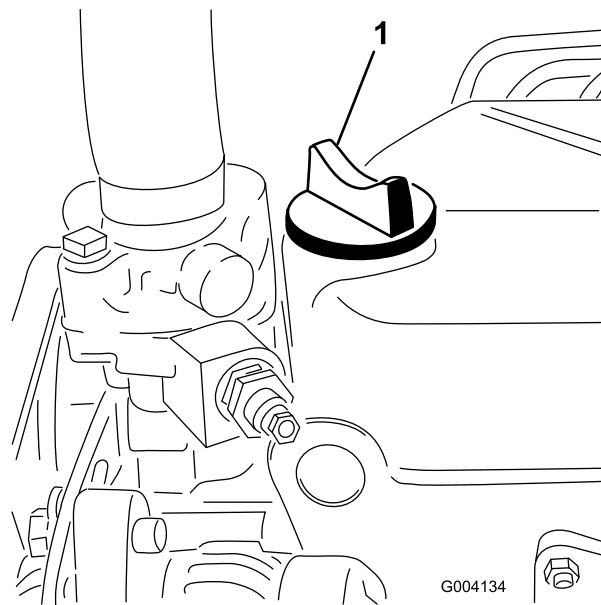

Figura 45
5. Se o nível de óleo se encontrar abaixo da marca Cheio da vareta, retire a tampa de enchimento (Figura 45) e adicione óleo até que o nível atinja a marca Cheio.